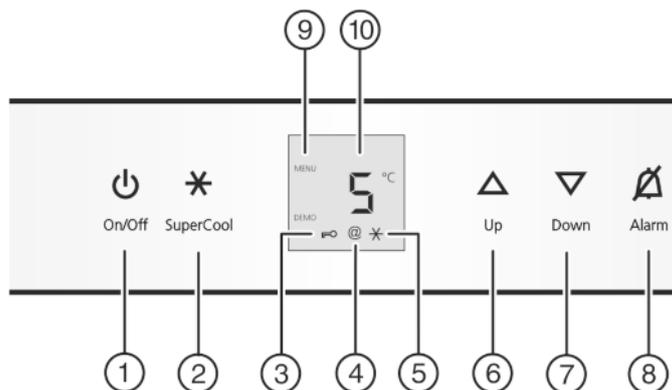

Fig. 2
- ▶ Taste On/Off Fig. 2 (1) drücken.
- Das Symbol SmartDevice-Box Fig. 2 (4) wird angezeigt und blinkt -> Die SDB ist nicht verbunden.
- Das Symbol SmartDevice-Box Fig. 2 (4) wird angezeigt und blinkt nicht -> Die SDB ist verbunden.
- Das Symbol SmartDevice-Box Fig. 2 (4) wird nicht angezeigt -> Die SDB ist nicht aktiv, wurde nicht korrekt eingesteckt oder der SDB-Konnektor wurde nicht korrekt installiert.
- ▶ Einstellmodus aktivieren: Taste SuperCool Fig. 2 (2) ca. 5 s drücken.
- ▷ Das Symbol Menu Fig. 2 (9) leuchtet.
- ▶ Mit Einstelltaste Up Fig. 2 (6) und Einstelltaste Down Fig. 2 (7) **2** wählen.
- ▶ Die Taste SuperCool Fig. 2 (2) kurz drücken, um zu bestätigen.
- ▶ Mit Einstelltaste Up Fig. 2 (6) und Einstelltaste Down Fig. 2 (7) **20** wählen.
- ▶ Mit Einstelltaste Up Fig. 2 (6) und Einstelltaste Down Fig. 2 (7) **21** wählen.
- ▶ Mit Einstelltaste Up Fig. 2 (6) und Einstelltaste Down Fig. 2 (7) **2d** wählen.
- ▶ Mit Einstelltaste Up Fig. 2 (6) und Einstelltaste Down Fig. 2 (7) **2H** wählen.
- ▶ Mit Einstelltaste Up Fig. 2 (6) und Einstelltaste Down Fig. 2 (7) **2L** wählen.
- ▶ Einstellmodus deaktivieren: Taste On/Off Fig. 2 (1) drücken.
- ▶ Zum Einschalten der Kindersicherung Taste SuperCool Fig. 2 (2) kurz drücken.
- ▷ Das Symbol Kindersicherung Fig. 2 (3) leuchtet. In der Anzeige blinkt **c**.